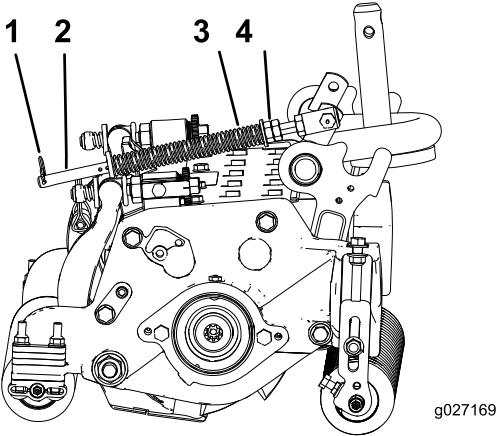

图19
2. 拧紧弹簧杆前端的六角螺母，直至压缩后的弹簧长度为 159mm（图19）。
1. 确保发卡销安装在弹簧杆的后孔内（图19）。